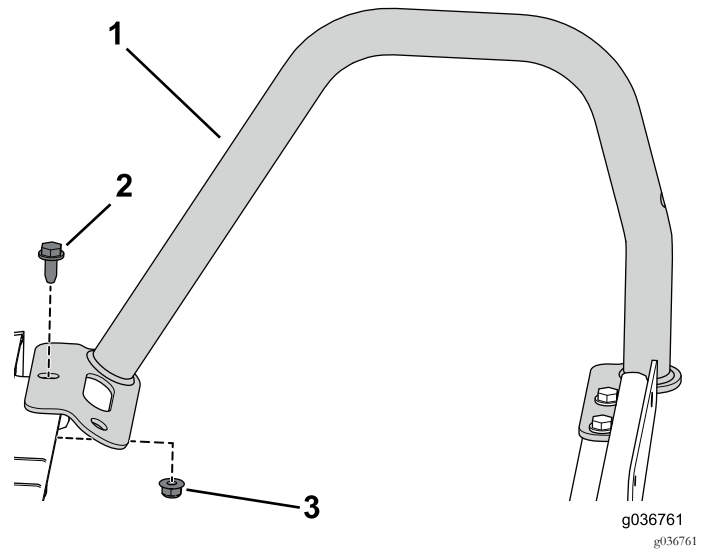

图7
2. 如图7所示使用之前拧下的3个凸缘螺栓5/16 x 3/4英寸和3个凸缘螺母5/16英寸安装之前卸下的右扶手。